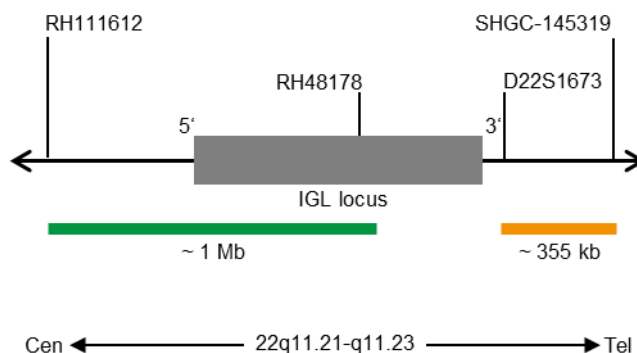

Fig. 1: SPEC IGL Mapa de la sonda (no está a escala)
- Polinucleótidos marcados en verde (excitación a 503 nm/emisión a 528 nm) ZyGreen (~10 ng/μl), dirigidos a secuencias localizadas en 22q11.21-q11.22* (chr22:21,931,816-22,942,402) proximales a la región del punto de ruptura de IGL (ver Fig. 1).
- Polinucleótidos marcados en naranja (excitación a 547 nm/emisión a 572 nm) ZyOrange (~4,5 ng/μl), dirigidos a secuencias localizadas en 22q11.22-q11.23* (chr22:23,324,781-23,679,042) distales a la región del punto de ruptura de IGL (ver Fig. 1).